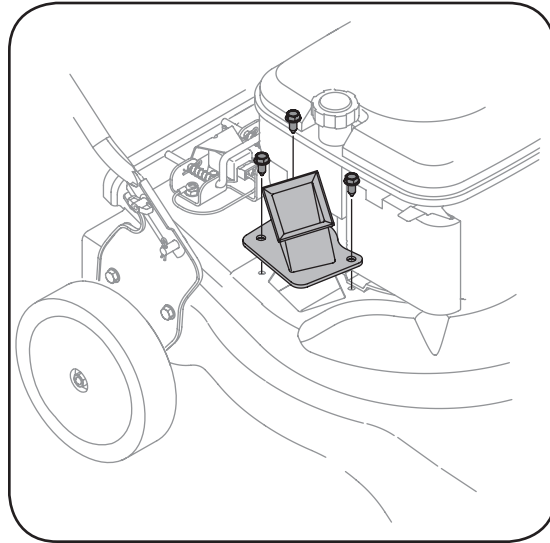

Figura 5-3
3. Ajuste los tres tornillos de cabeza hexagonal que sostienen el canal de la cortadora a la caja superior. Vea la figura 5-3.